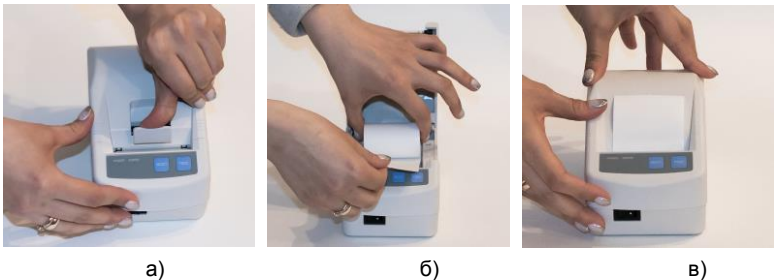

Рисунок 8 - Установка бумажного носителя
- открыть крышку принтерного отсека (рисунок 8а);
- положить рулон бумажного носителя вниз принтерного отсека (рисунок 8б)
- закрыть крышку, слегка нажав на неё (рисунок 8в).